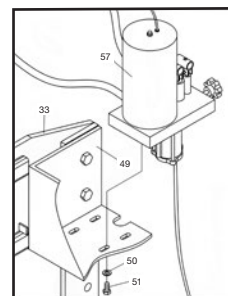
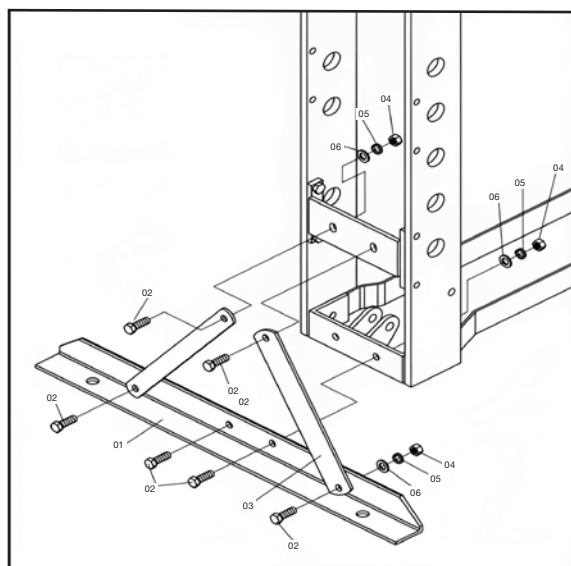
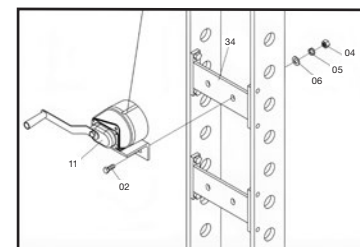

Figure 3
Figure 2
Figure 5
- **Fixez la section de base (3) et le support (2) à la plaque de connexion gauche et droite (7) à l'aide du boulon (01), de la rondelle (04), de la rondelle frein (05) et de l'écrou (06).** (figure 2)
- Assemblez la rondelle en nylon (42) sur le raccord de manomètre (43), puis fixez le manomètre (41) et serrez fermement. REMARQUE : serrez aussi fort que possible, sinon il pourrait y avoir une fuite. Fixez le raccord de manomètre à la traverse supérieure appropriée et vissez le boulon.
- Assemblage de la pompe : fixez l'ensemble de la pompe (98) à la plaque de réglage de la pompe à l'aide de trois boulons (51) et de la rondelle frein (50), puis serrez fermement. (figure 3, 4)
- Assemblage du boyau d'huile 1 : démontez le bouchon du boyau d'huile 1 (58), assemblez le joint torique (45), puis démontez le bouchon de l'ensemble vérin (37). Connectez le boyau d'huile 1 (58) à l'ensemble vérin (37) et serrez fermement.
- Assemblage du boyau d'huile 2 : fixez le joint torique (45) au raccord de manomètre (43), insérez le boyau d'huile 2 (59) dans le raccord de manomètre (43) et serrez fermement, puis connectez le boyau PU (A-A). Fixez la poignée (100) à la broche de la pompe à l'aide du boulon (51) et serrez fermement.
- Déplacez le treuil manuel (11) à l'extérieur du montant, puis utilisez le boulon (02), la rondelle (06), la rondelle frein (05) et l'écrou (04), démontés précédemment, pour serrer et fixer au galet correspondant. (figure 5)